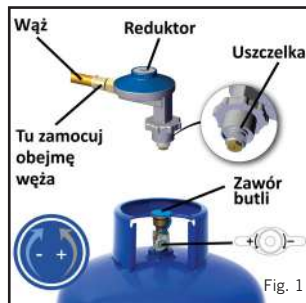

Fig. 1
- Przewód gazowy oraz uszczelkę reduktora należy sprawdzać pod kątem zużycia lub uszkodzeń przed każdym użyciem oraz przed podłączeniem do butli (zob. Rys.1).
- Kontrolę tę należy przeprowadzać przy każdym podłączaniu butli z gazem do urządzenia (zob. Rys. 1).